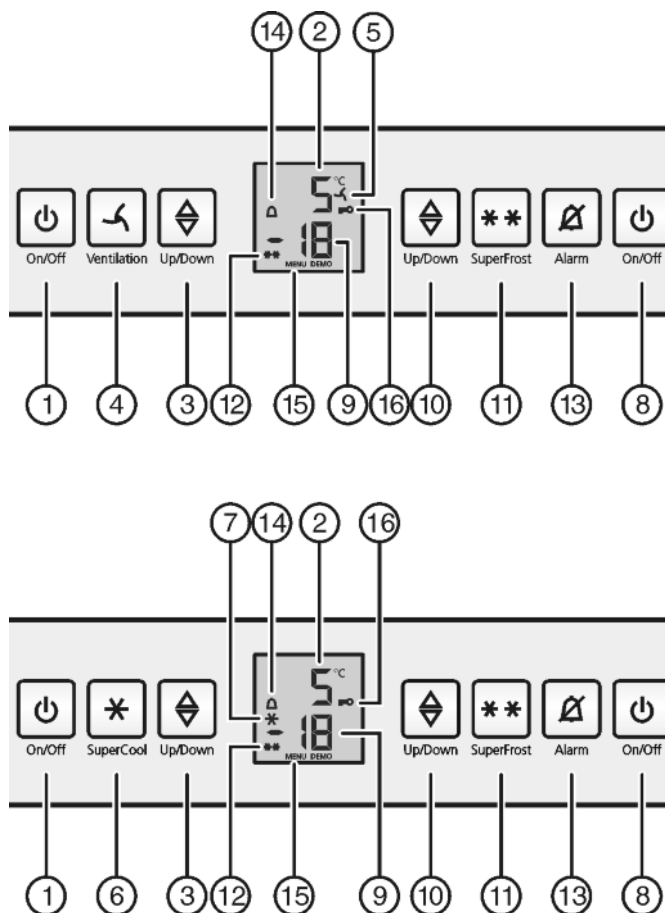

Fig. 2
- ▶ Appuyer sur la touche On/Off du congélateur *Fig. 2 (8)*.
- ▶ Appuyer sur la touche On/Off du réfrigérateur *Fig. 2 (1)*.
- ▶ Activer le mode de réglage : appuyer sur la touche SuperFrost *Fig. 2 (11)* pendant env. 5 secondes.
- ▷ Le symbole Menu *Fig. 2 (15)* apparaît dans l'affichage.
- ▶ Confirmez en appuyant brièvement sur la touche SuperFrost *Fig. 2 (11)*.
▷ Le symbole Sécurité enfants *Fig. 2 (16)* s'allume dans l'affichage.
- ▶ Appuyer brièvement sur la touche On/Off du compartiment congélateur *Fig. 2 (8)*.
▷ Le symbole Menu *Fig. 2 (15)* apparaît dans l'affichage.
▷ Le symbole Sécurité enfants *Fig. 2 (16)* s'éteint.
L'affichage de la température clignote en même temps que le symbole Alarme *Fig. 2 (14)*.
L'avertisseur sonore s'éteint automatiquement et le symbole Alarme *Fig. 2 (14)* et l'affichage de température arrêtent de clignoter lorsque la température est de nouveau suffisamment froide.
- ▶ Appuyer sur la touche Alarme *Fig. 2 (13)*.